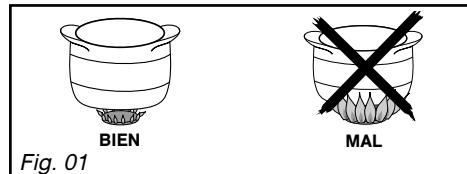

Fig. 01
- Ajuste la corona de llamas de forma que estas no sobrepasen el perímetro del recipiente (Fig. 01)